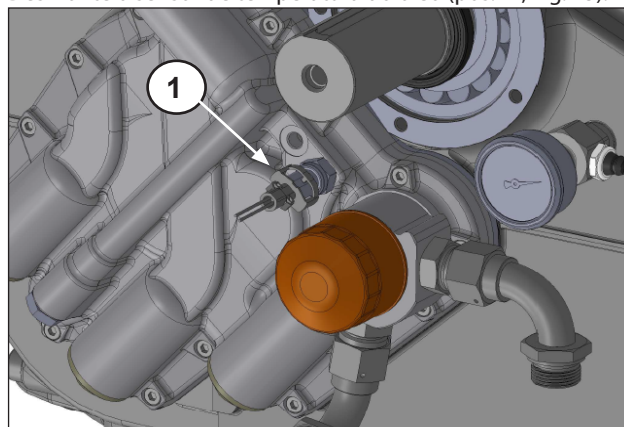

Fig. 15
Desmonte o sensor de temperatura do óleo (pos. ①, Fig. 15).